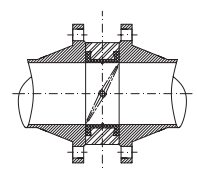

рис. 5
3. Приоткройте затвор, чтобы диск повернулся, но не вышел за пределы корпуса затвора (рис. 5).